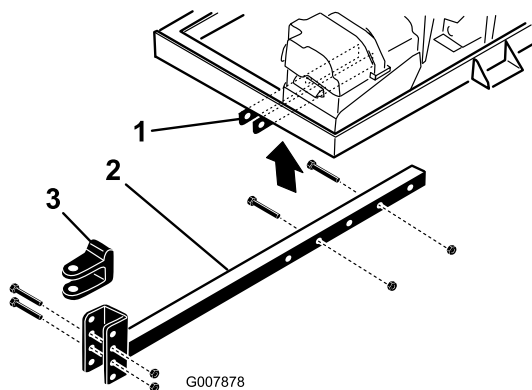

Figure 7
- Enlevez les boulons et les contre-écrous de fixation de la chape d'attelage (Figure 7) au tube d'attelage.
- Retirez les boulons et écrous qui fixent le tube d'attelage aux supports du châssis (Figure 7).
2. Insérez le tube d'attelage dans les supports du châssis (Figure 7). Fixez le tube au châssis avec 2 boulons (3/8 x 3") et écrous à embase (3/8 pouce).